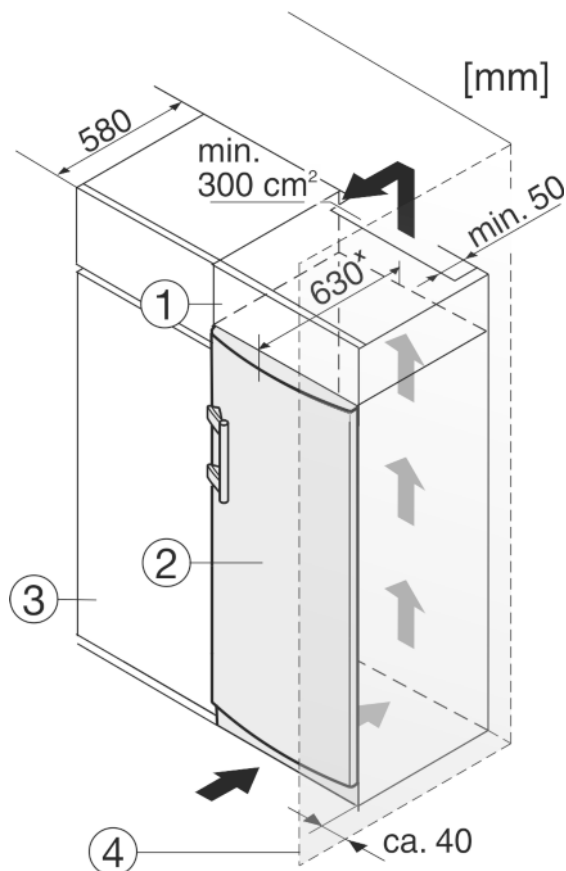

Fig. 11
Пристрій можна комбінувати з кухонними шафами. Для того, щоб пристрій *Fig. 11 (2)* вирівняти по висоті кухонної секції, на пристрій можна встановити антресольну секцію *Fig. 11 (1)*.
У разі комбінування з кухонними шафами (максимальна глибина 580 мм) пристрій можна встановлювати безпосередньо поряд із кухонною шафою *Fig. 11 (3)*. Пристрій виступає збоку на 34 мм* і посередині на 50 мм* відносно передньої панелі кухонної шафи.
Якщо пристрій встановлюється поряд зі стінкою *Fig. 11 (4)*, відстань між пристроєм та стінкою повинна бути не менше 40 мм. Це відповідає необхідній відстані для ручки після відкривання дверцят.